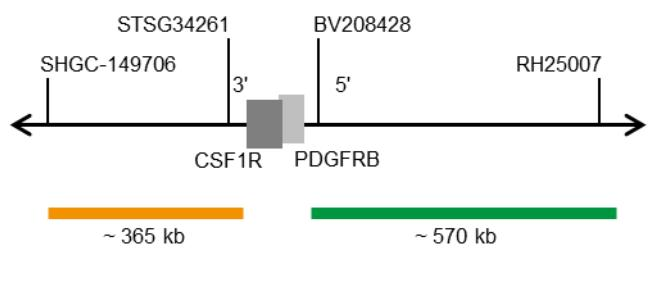

Fig. 1: SPEC CSF1R Mapa da sonda (sem escala)
- Polinucleótidos (~10.0 ng/μl) com marcação ZyGreen (excitação 503 nm/emissão 528 nm), dirigidos ao mapeamento de sequências alvo em 5q32-q33.1\* (chr5:149,548,518-150,118,449) distais ao ponto de quebra do gene CSF1R (ver Fig. 1).
- Polinucleótidos (~4.5 ng/μl) com marcação ZyOrange (excitação 547 nm/emissão 572 nm), dirigidos ao mapeamento de sequências alvo em 5q32\* (chr5:149,058,515-149,421,081) proximais ao ponto de quebra do gene CSF1R (ver Fig. 1).